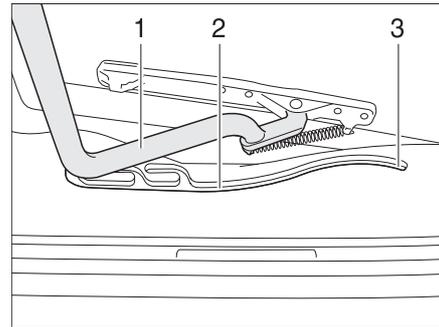

Bild 45 Heki-Dachhaube, Führung
- Den Bügel (Bild 45,1) in den Führungen (Bild 45,2) bis in die hinterste Position (Bild 45,3) ziehen.
- Den Bügel (Bild 45,1) mit beiden Händen leicht nach oben drücken.
- Den Bügel in den Führungen (Bild 45,2) bis zur gewünschten Stellung ziehen.